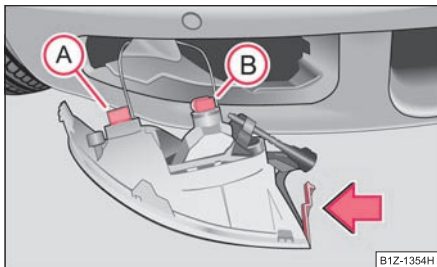

Fig. 247 Demontarea proiectoarelor de ceață din față
Fișa (A) - Becul luminii de zi* ⇒ fig. 247. Fișa (B) - Becul proiectorului de ceață.
- Introduceți mâna în deschizătura în care se află capacul și apăsați dispozitivul de prindere cu arc ⇒ fig. 247.